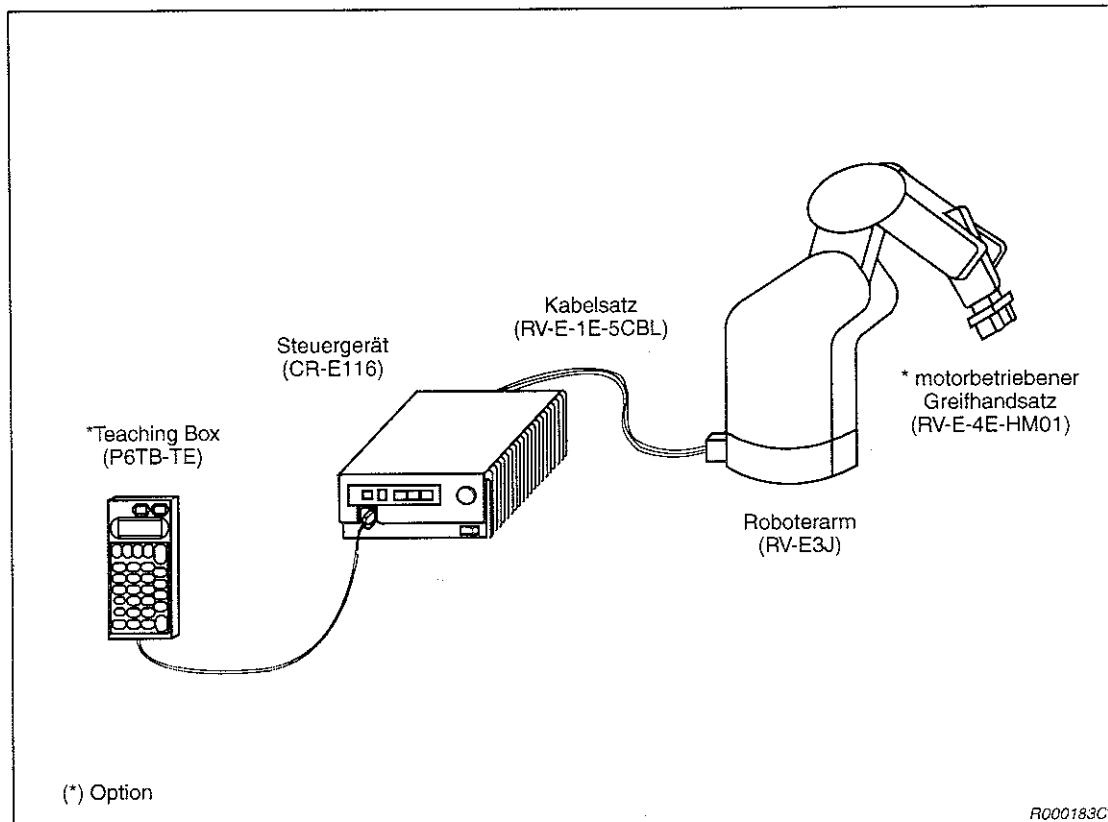

Abb. 1-2: Konfiguration des Robotersystems
- Die Abbildung 1-2 zeigt nur die Grundkonfiguration eines Robotersystems.